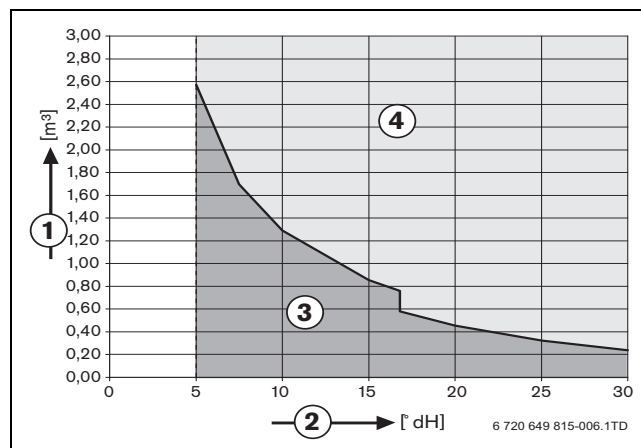

Bild 1 Anforderungen an Füll- und Ergänzungswasser für Logamax plus Einzelgeräte bis 50 kW
- Unbehandeltes Leitungswasser nach Trinkwasserverordnung oder vollentsalztes Füllwasser mit einer Leitfähigkeit von  $\leq 10$  Microsiemens/cm verwenden (→ Bild 1). Grundwasser ist nicht gestattet. Bei Verwendung von Wasserzusatzmitteln, vorab Ihre Buderus-Niederlassung kontaktieren.